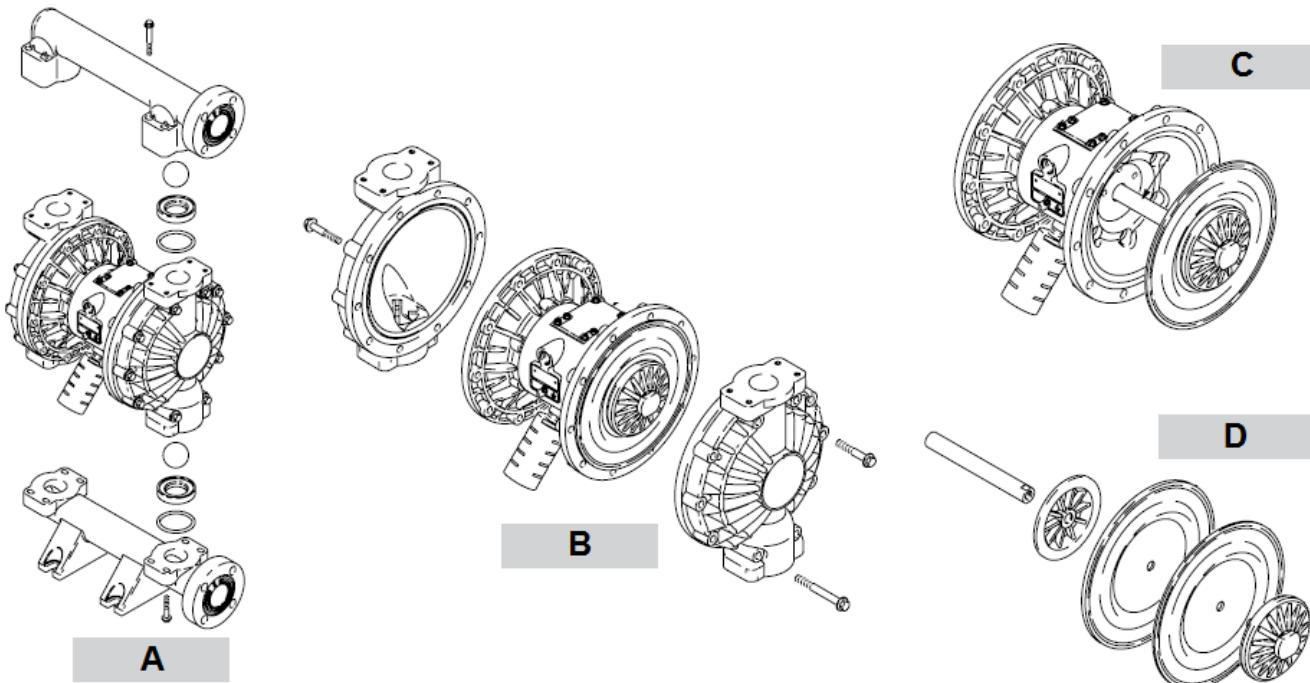

Рисунок 8 (A, B, C, D). Порядок замены мембран насоса
4. Отсоедините верхний и нижний манифольды (коллекторы). (Рисунок 8 А)
5. Разберите рабочие камеры (рис. 8 В).
6. Извлеките мембранны (рис. 8 С и D).